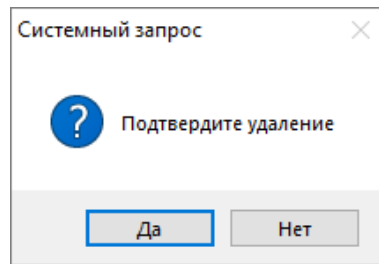

Рисунок 6-692 Диалоговое окно подтверждения удаления элемента управления
- 3) в появившемся диалоговом окне подтверждения удаления элемента управления (см. Рисунок 6-692) нажмите кнопку «Да», чтобы удалить выбранный элемент управления (либо нажмите кнопку «Нет», чтобы отказаться от удаления элемента управления).